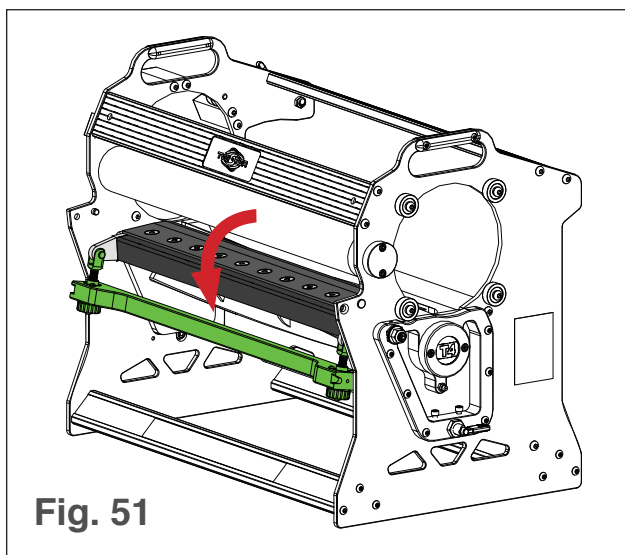

Fig. 51
4. Gire la barra de ajuste hacia abajo (ver Fig. 51).